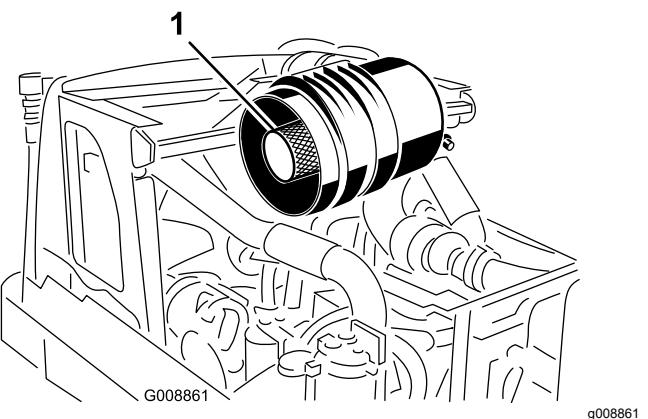

図 48
**重要**安全フィルタは清掃しないでください。安全フィルタは、1次フィルタの3回目の整備時に交換してください 図 48。